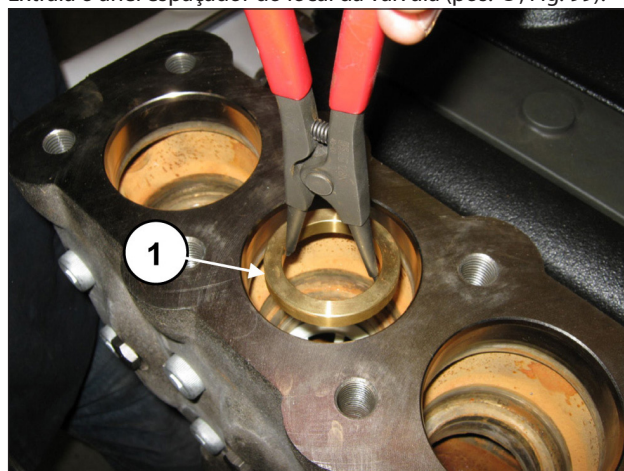

Fig. 99
Extraia o anel espaçador do local da válvula (pos. ①, Fig. 99).